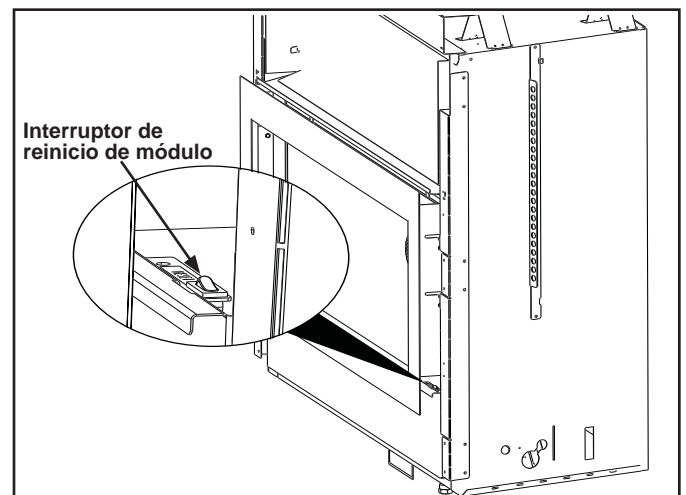

Figura 2.4 Localice el interruptor de reinicio del módulo - Tonic Delante
- Localice el interruptor de reinicio del módulo. (Ver Figura 2.4 or 2.5)
- Espere cinco (5) minutos para permitir que se disipe el posible gas acumulado.